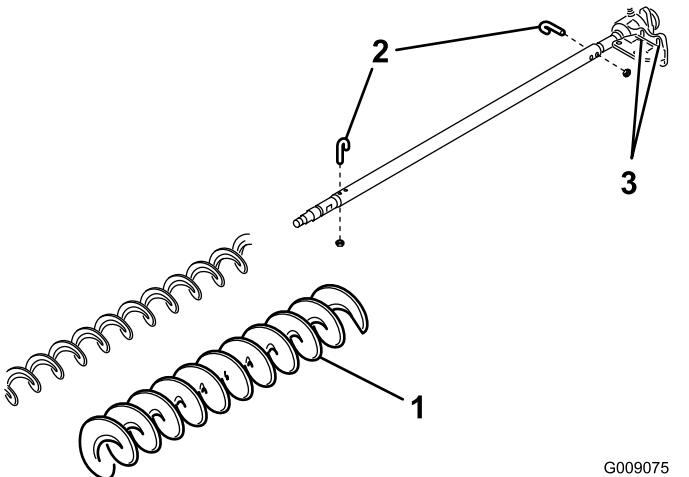

Рисунок 38
3. Отверните два J-образных болта и их гайки (Рисунок 38).
4. Снимите с вала щетки находящуюся на нем щетку (Рисунок 38).
5. Ослабьте затяжку двух болтов с шайбами и гайками, которые крепят корпус подшипника приводной стороны к монтажному кронштейну корпуса подшипника (Рисунок 38).
6. Наденьте щетку для большой высоты скашивания или щетку HD на вал щетки (Рисунок 38).
7. Прижмите щетку к валу с помощью двух ранее снятых J-образных болтов и гаек (Рисунок 38).